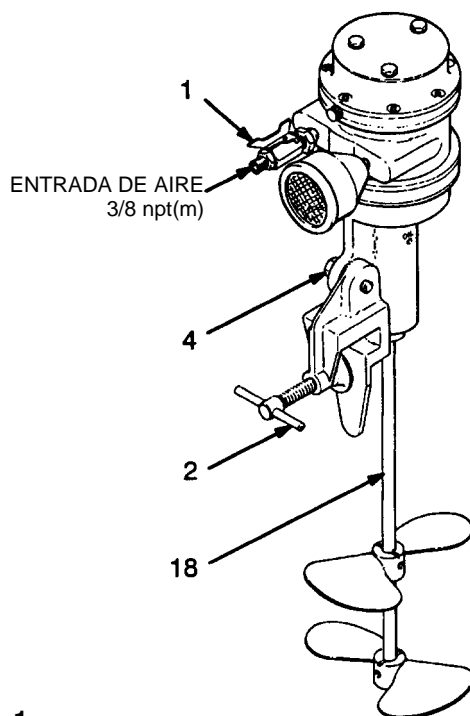

Fig. 1
**NOTA:** Las cifras y letras de referencia, que figuran entre paréntesis en el texto, se refieren al esquema de piezas así como a las fig. 1 y 2.
Montar el agitador en el borde del bidón o del depósito y apretar sólidamente el tornillo (2). Ver fig. 1. Para ajustar el ángulo del agitador en el bidón, aflojar el tornillo de soporte (4). Ajustar el agitador al ángulo deseado y después, apretar el tornillo sólidamente.